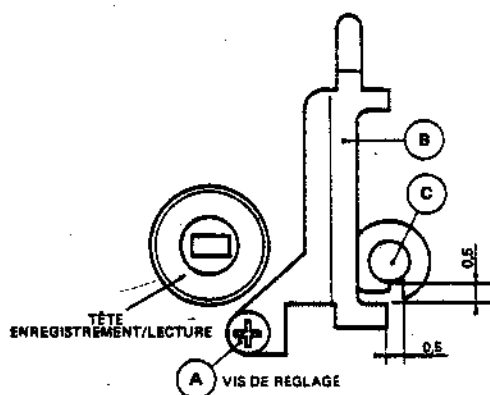

Fig. 21
- Après avoir desserrer la vis (A), positionner l'ensemble (B) pour obtenir un jeu de 0,5 mm par rapport à l'axe (C) comme indiqué en figure 21.